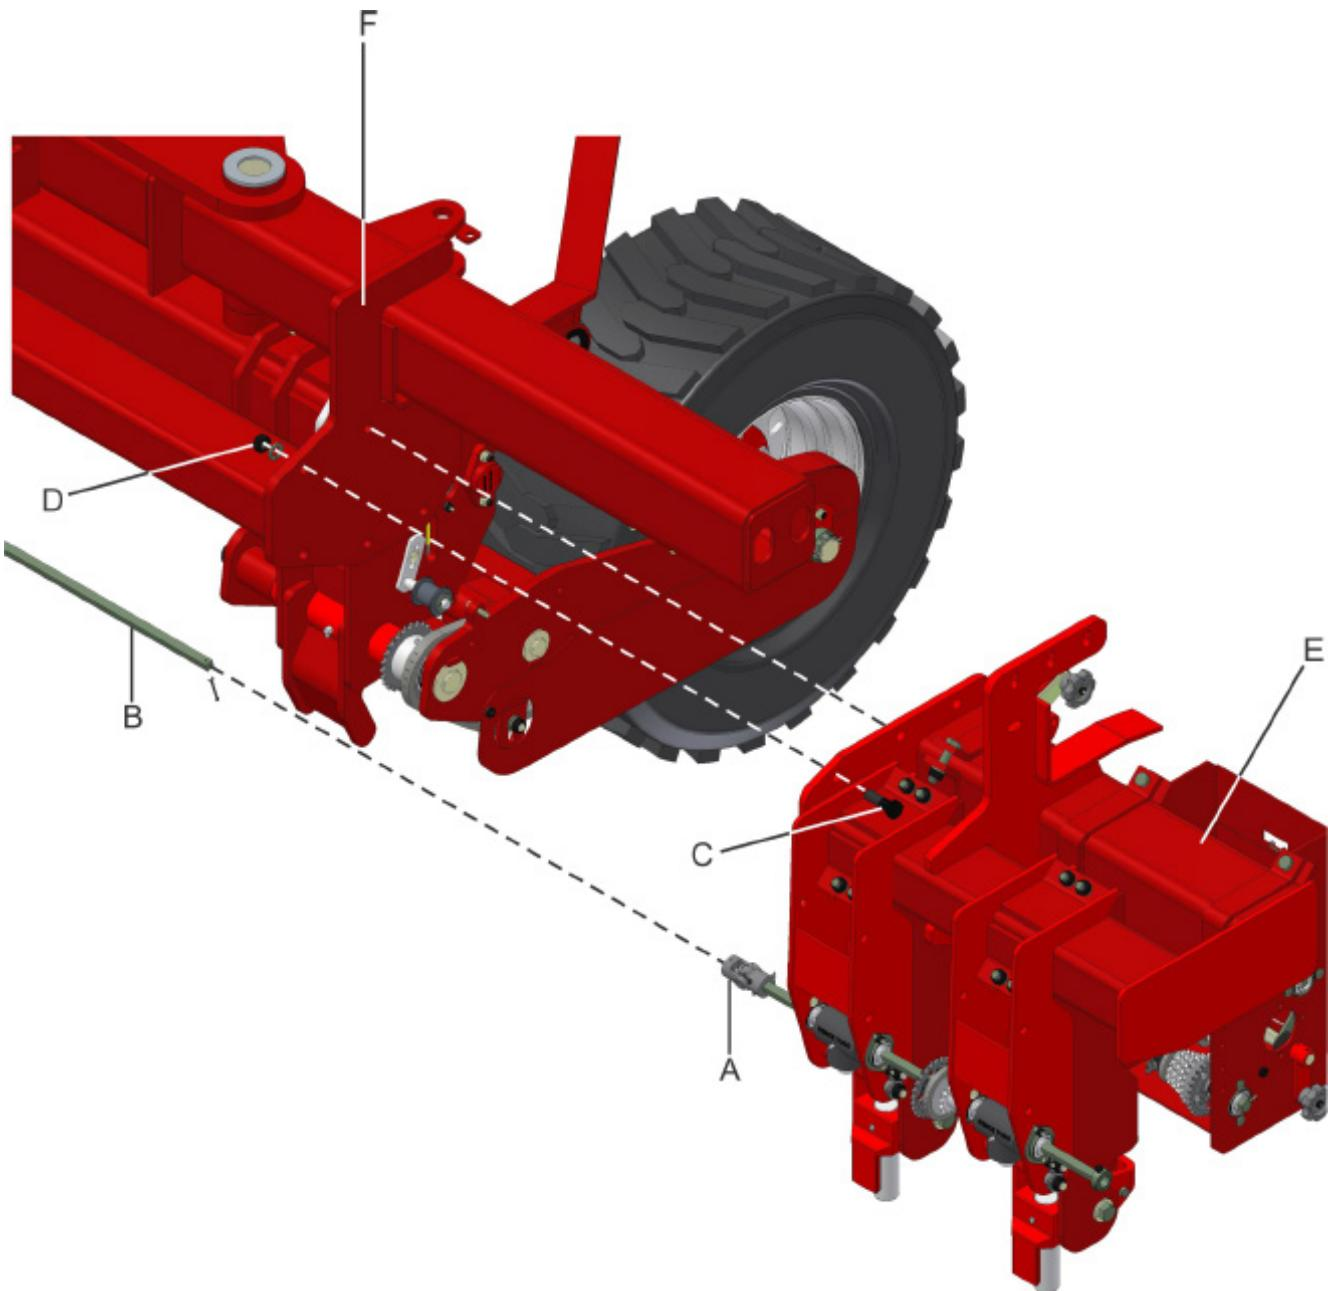

fig. 02
Para a montagem do chassi central direito pequeno (E) (fig. 02) no chassi central (F), deve-se unir as duas peças e fixá-las com seis parafusos sextavados M20x60 (C) e seis porcas sextavadas M20 (D), acoplando também o terminal (A) no eixo (B).